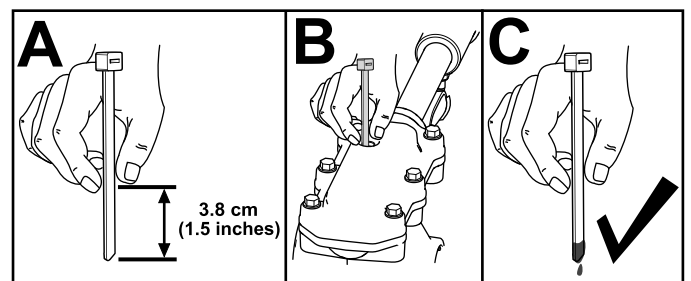

Bild 31
3. Überprüfen Sie den Ölstand mit einem geeigneten Messgerät, z. B. einem sauberen Kabelbinder. Das Öl sollte ca. 3,8 cm unter der Einfüllöffnung liegen (Bild 31).